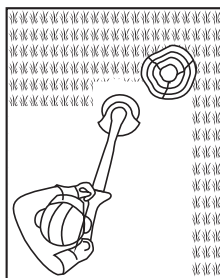

Fig. 12
3. Faire particulièrement attention en travaillant à proximité d'arbres et de buissons. La tête de coupe risque d'endommager les écorces fragiles ou les poteaux de clôture (Fig. 12).